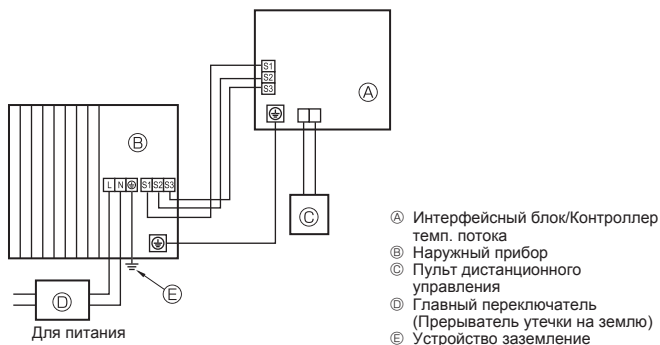

Fig. 6-1
### 6.1. Наружный прибор (Fig. 6-1, Fig. 6-2)
- 2 Подсоедините кабели, как указано на Fig. 6-1 и Fig. 6-2.